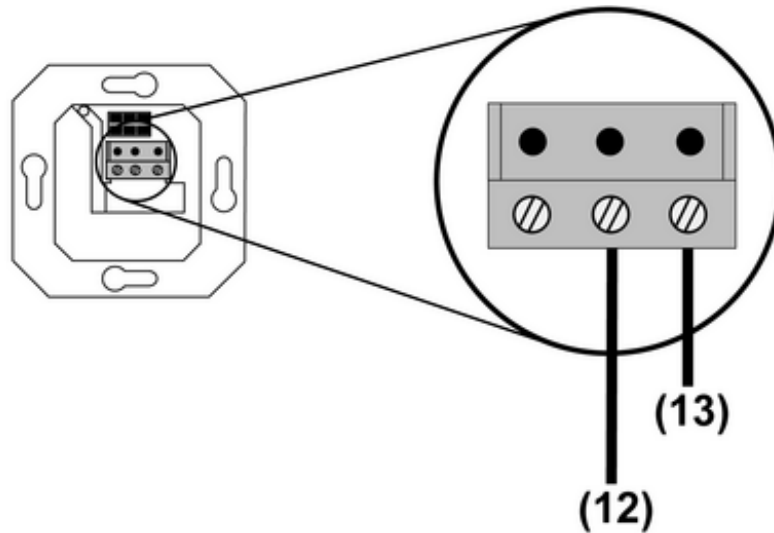

Figure 3
- Raccorder le câble de capteur au répartiteur lors du fonctionnement du store conformément au schéma de raccordement (figure 3).